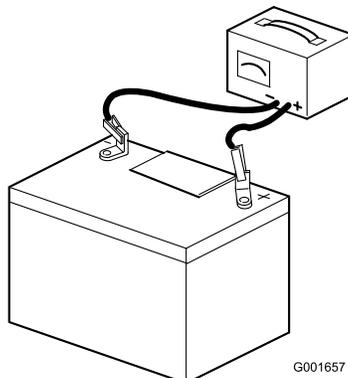

図 5
7. 充電器に接続し、充電電流を 3~4 A にセットする (図 5)。3~4 A で 4~8 時間充電する。